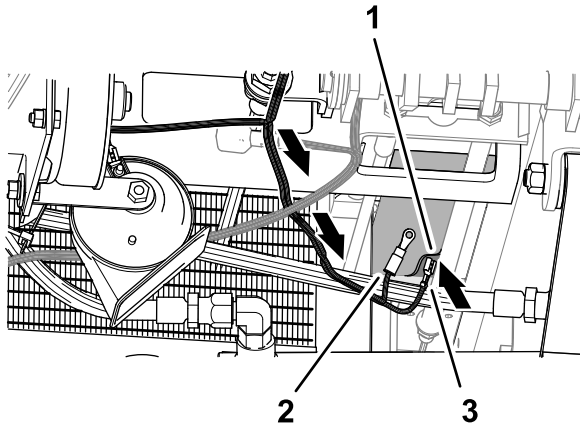

Figure 17
1. Sur le côté gauche du radiateur, faites remonter vers l'arrière les connecteurs étiquetés OPTIONS POWER et HORN GROUND du faisceau du kit, en les poussant à travers les blocs de mousse qui se chevauchent (Figure 17).